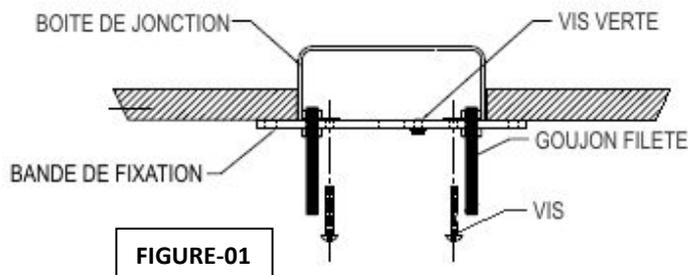

FIGURE-01
1. Fixer la bande fixation à la boîte de jonction. (La vis verte doit se trouver en face du plancher). Placer la bande de fixation sur la boîte de jonction et la fixer à l'aide de la vis à tête ronde. (Voir FIGURE-01).